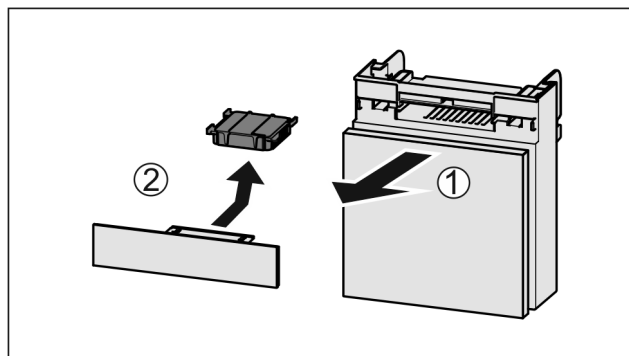

Fig. 132
- Fach nach vorne herausziehen Fig. 132 (1).
- Aktivkohlefilter entnehmen Fig. 132 (2).